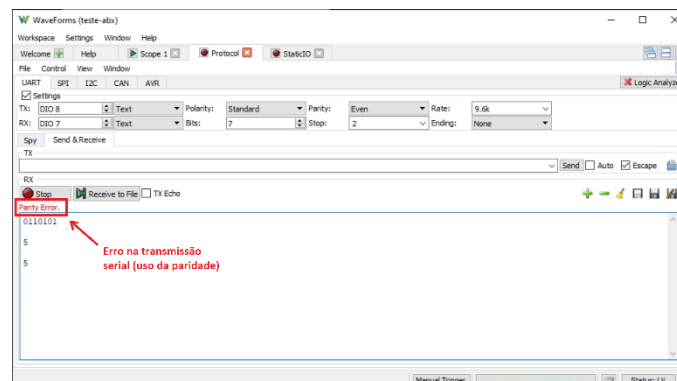

Figura 6 – Exemplo de uso dos recursos da ferramenta *Protocol*.
- n) A comunicação serial deve passar a ser analisada usando a **ferramenta *Protocol*** do Analog Discovery. Esta ferramenta implementa um analisador de protocolos e será usada para verificar a comunicação via protocolo RS-232C. A figura 6 ilustra o uso desta ferramenta.